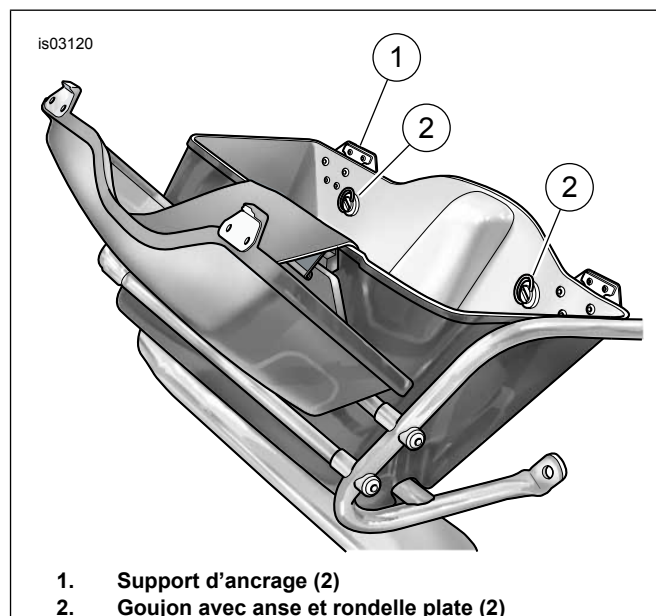

Figure 1. Ouvrir/fermer la sacoche
1. Voir Figure 1. Ouvrir la sacoche.
6. Voir Figure 1. Fermer la sacoche.
13. Voir Figure 1. Fermer la sacoche.